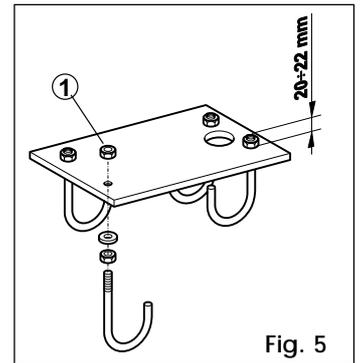
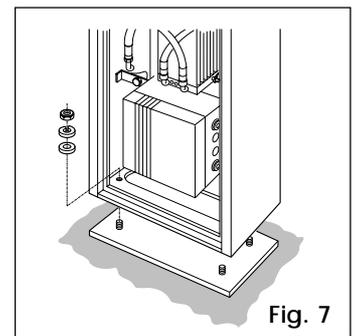

Fig. 5
Fig. 7
- 1) Ensamblar la placa de cimentación como ilustra la Fig. 5.
- 1) Desenroscar las cuatro tuercas ref. 1 de la Fig. 5 y fijar el bastidor a la placa como ilustra la Fig. 7. Normalmente, la ventanilla del bastidor debe mirar hacia el interior de la finca.